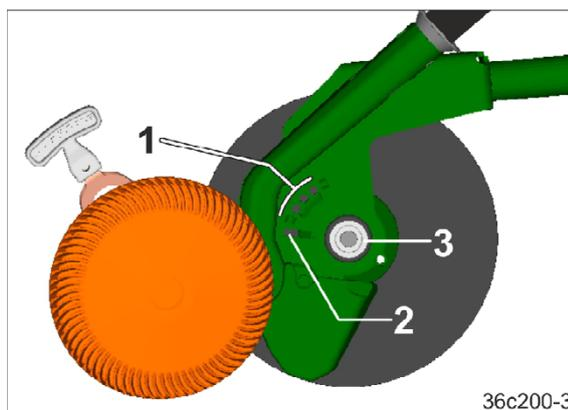

Fig. 133
1. Insertar el disco de rejás sobre el cierre (Fig. 133/3). El saliente penetrará en el orificio oblongo (Fig. 133/2) del cuerpo de la rejás.
2. El disco de rejás del orificio oblongo (Fig. 133/2) debe desplazarse hasta que encaje el disco de rejás del cierre. Para que resulte más sencillo enclavarlo, se puede dar un golpe ligero en el centro del disco.
3. Tirar de la palanca y extraer el saliente del orificio oblongo para que se enclave en el punto de resistencia (Fig. 133/1).